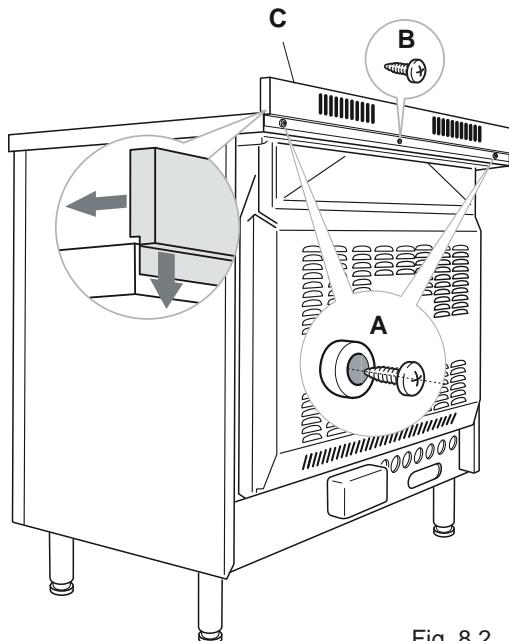

Fig. 8.2
- Avant d'installer la cuisinière, assembler la protection arrière "C" (fig. 8.2).
- Enlever les entretoises "A" (fig. 8.2) en devissant la vis de fixation.